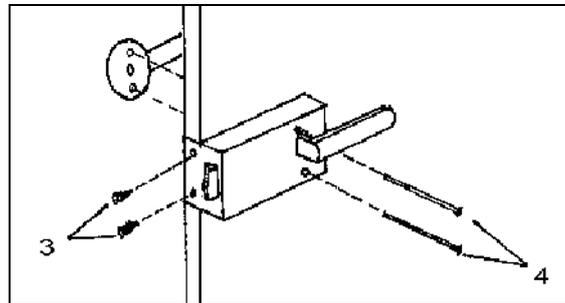

FIGURA 4
5. Com os parafusos 3 e 4, coloque o trinco na porta conforme mostra a figura 4 (próxima página). **Este trinco deve ficar no lado oposto ao selo de identificação da porta e a sua classe de resistência ao fogo.** Fixado o trinco, coloque a porca-calota na extremidade do parafuso 4.